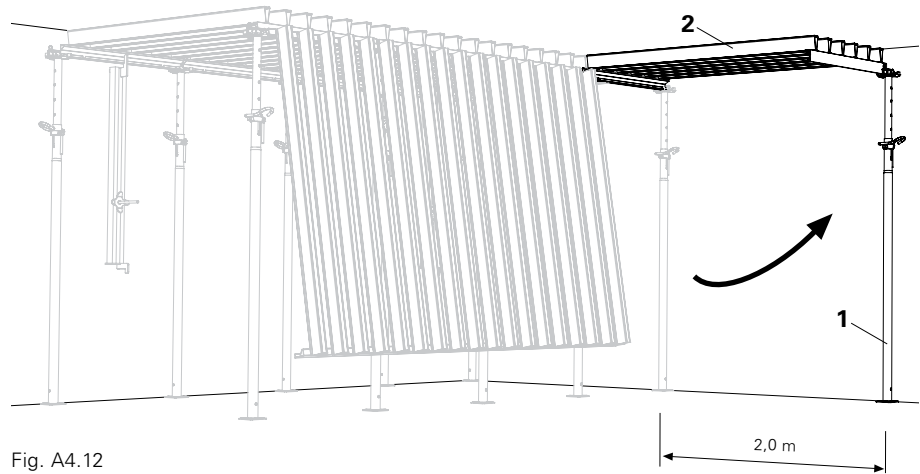

Fig. A4.12
3. De l'intérieur, appliquer de biais le troisième étaie avec sa tête d'étais (1) contre l'extrémité de l'élément et le placer d'aplomb vers l'extérieur, distance 2,0 m. Enlever la barre de montage. (Fig. A4.12)